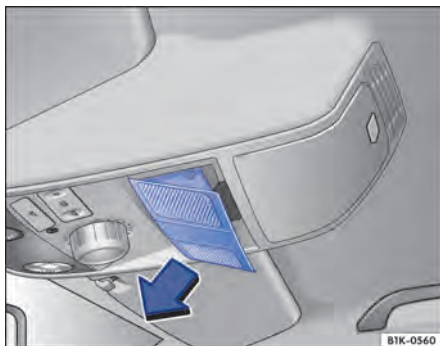

Fig. 245 No revestimento do teto: remover a cobertura.
- Remover a cobertura no sentido da seta ⇒ Fig. 245.